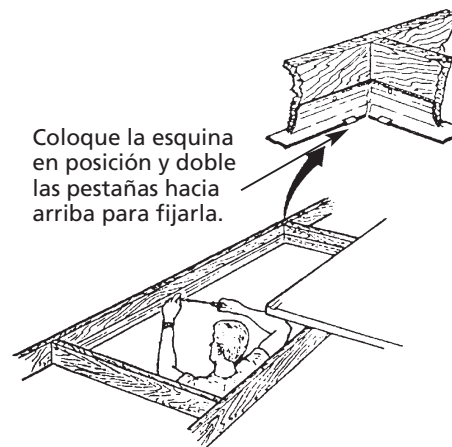

Figura 9
3. Atornille sin apretar las piezas laterales y de extremo del bastidor en la abertura en el cielo raso, luego instale las esquinas (consulte la Figura 9).